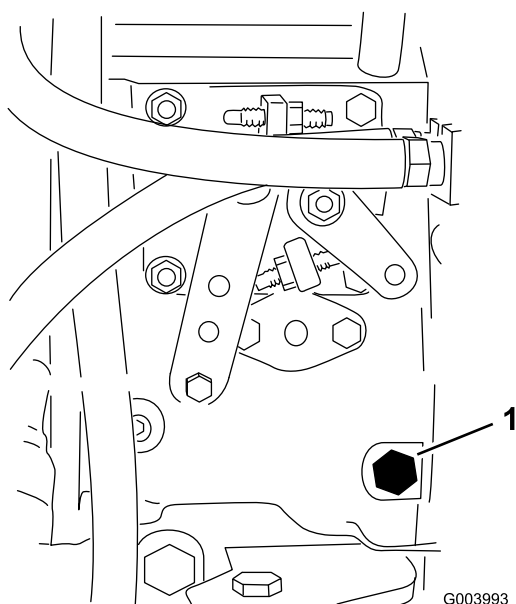

Figura 34
3. Abra el tornillo de purga de la bomba de inyección de combustible (Figura 34) con una llave de 12 mm.